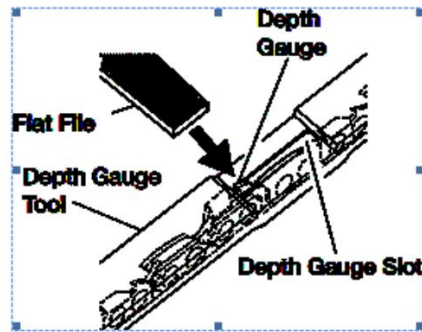

Figure.14
1. Setzen Sie das Werkzeug für die Tiefenlehre (.025 ") fest auf die Oberseite der beiden Messer. Achten Sie darauf, dass die Tiefenlehre in den Schlitz des Tiefenmesswerkzeugs eindringt (siehe Abbildung 14).